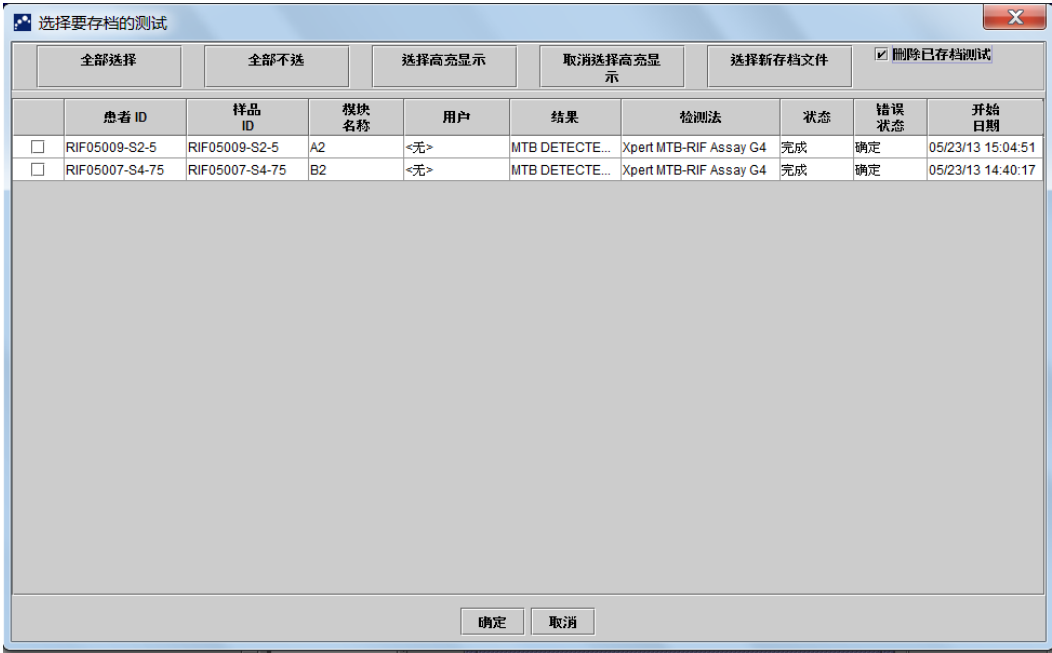

图4-21 选择要存档的测试对话框
3. 点击”确定”。此时会弹出一个信息请您确认存档请求（图4-21）。